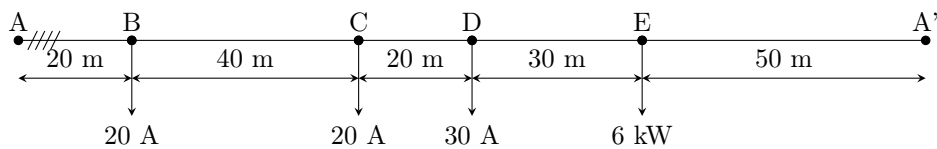

Figura 7.18: Diagrama unifilar del problema 7.34.
- 7.34 (P.2-7.) Calcular la sección de la línea trifásica en anillo representada en la figura 7.18. Los conductores son de aluminio, cable tetrapolar, aislado con EPR, 1 kV, en instalación enterrada bajo tubo. La tensión de línea es 400 V y la caída de tensión máxima 1%. Se considera 0,8 como factor de potencia común para todas las cargas.